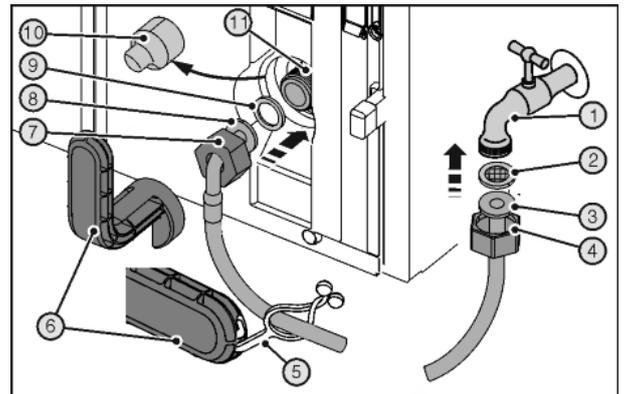

Fig. 44
Schnittwunden durch zerbrochenes Hilfswerkzeug Fig. 44 (6).
- ▶ Hilfswerkzeug Fig. 44 (6) ausschließlich bei Raumtemperatur verwenden.
- ▶ Mutter Fig. 44 (4) über das gerade Schlauchende Fig. 44 (3) bis zum Ende schieben und festhalten.
- ▶ Auffangsieb Fig. 44 (2) in Mutter Fig. 44 (4) einsetzen.
- ▶ Auffangsieb Fig. 44 (2) liegt flach am gerade Schlauchende Fig. 44 (3) an und wird leicht gehalten.
- ▶ Mutter Fig. 44 (4) mit am geraden Schlauchende Fig. 44 (3) anliegendem Auffangsieb Fig. 44 (2) am Absperrhahn Fig. 44 (1) anschließen.
- ▶ Durch vorübergehendes Öffnen des Absperrhahns Fig. 44 (1) der Wasserversorgung die Wasserleitung entlüften und mit Wasser befüllen. Schlauch dazu in Eimer halten.
- ▶ Abdeckung Fig. 44 (10) abziehen.
- ▶ Mutter Fig. 44 (7) über das abgewinkelte Schlauchende Fig. 44 (8) bis zum Ende schieben und festhalten.
- ▶ Dichtung Fig. 44 (9) befeuchten und in der Mutter Fig. 44 (7) am abgewinkelten Schlauchende Fig. 44 (8) andrücken.
- ▶ Dichtung Fig. 44 (9) liegt flach am abgewinkelten Schlauchende Fig. 44 (8) an und wird leicht gehalten.
- ▶ Mutter Fig. 44 (7) mit am abgewinkelten Schlauchende Fig. 44 (8) anliegender Dichtung Fig. 44 (9) am Magnetventil Fig. 44 (11) anschließen.
- ▶ Anschlüsse mit Hilfswerkzeug Fig. 44 (6) im Uhrzeigersinn festziehen bis der maximale Drehmoment erreicht ist und das Hilfswerkzeug Fig. 44 (6) überdreht.
- ▶ Den Absperrhahn Fig. 44 (1) der Wasserzuführung öffnen und das gesamte Wassersystem auf Dichtigkeit prüfen.
- ▶ Lasche Fig. 44 (5) in Hilfswerkzeug Fig. 44 (6) einhaken und zur Aufbewahrung am Edelstahlschlauch befestigen.